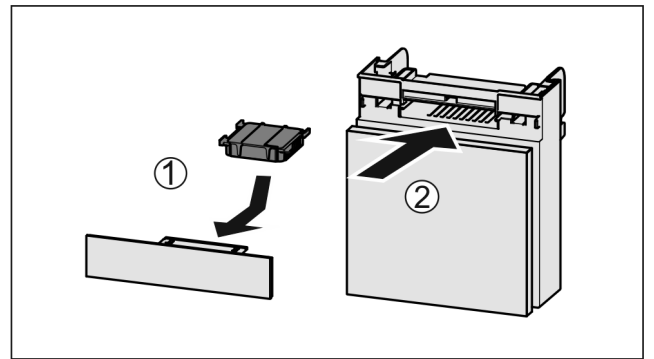

Fig. 193
- ▶ 按图装入 Fig. 193 (1) 活性炭过滤器。
- ▶ 推入 Fig. 193 (2) 抽屉。